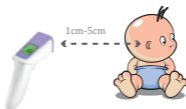

Figure 3: Alignement derrière les oreilles pour mesurer la température
- Si, pour une raison quelconque, la mesure de la température frontale est trop basse, essayez l'alignement du thermomètre derrière les oreilles. Voir figure 3.